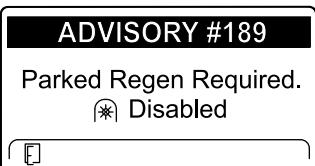

图 38
- 時間以内に駐車再生を行わないと、インフォセンターに駐車再生要求が表示され、PTO が無効化され、アドバイス No.189 が表示されます 図 38。